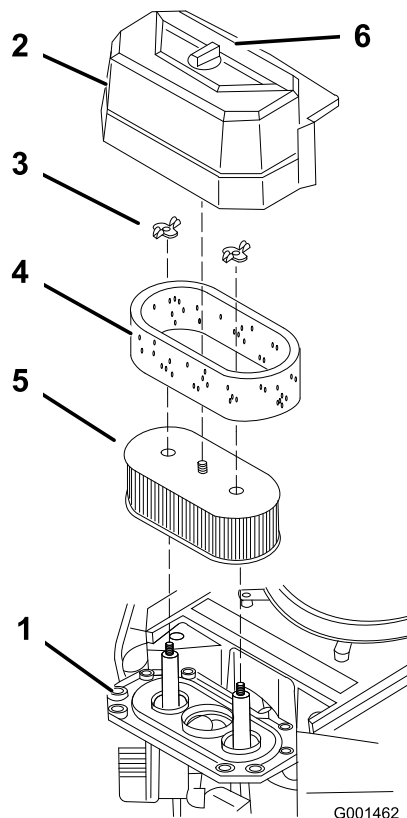

Figure 24
3. Nettoyez la surface autour du filtre à air pour éviter que des impuretés n'endommagent le moteur en tombant à l'intérieur (Figure 24).
4. Dévissez le bouton du couvercle et déposez le couvercle du filtre à air (Figure 24).
5. Dévissez les 2 écrous à oreilles et déposez l'ensemble filtre à air (Figure 24).
6. Sortez délicatement l'élément en mousse de l'élément en papier (Figure 24).
1. Ne nettoyez pas l'élément en papier ; remplacez-le (Figure 24).
1. Glissez délicatement l'élément en mousse sur l'élément en papier (Figure 24).
2. Posez l'ensemble filtre à air sur sa base et fixez-le en place avec les 2 écrous à oreilles (Figure 24).
3. Mettez le couvercle du filtre en place et serrez le bouton (Figure 24).